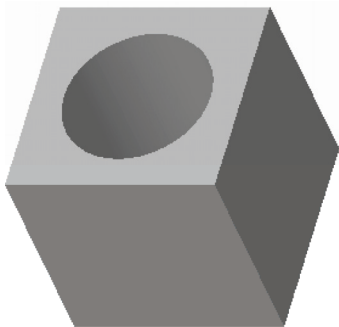

图 6-144 打开模型文件
STEP 01 单击快速访问工具栏中的“打开”按钮,打开模型文件,如图6-144所示。